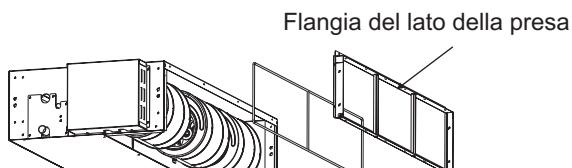
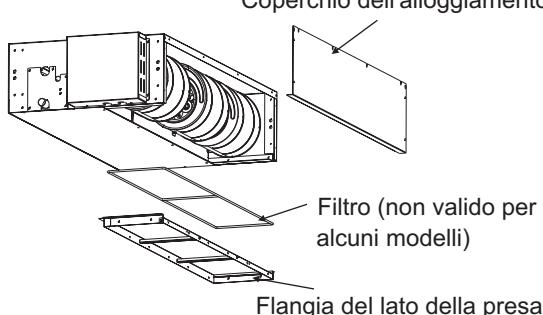

Fig. 3.1.3 Coperchio dell'alloggiamento
Fig. 3.1.4
- (2) Ricollegare il coperchio rimosso dall'alloggiamento secondo l'orientamento descritto dall'immagine, ricollegare la flangia del lato della presa nell'orientamento mostrato nella Fig. 3.1.3 e fare riferimento alla Fig. 3.1.4 per la direzione della flangia del lato della presa.